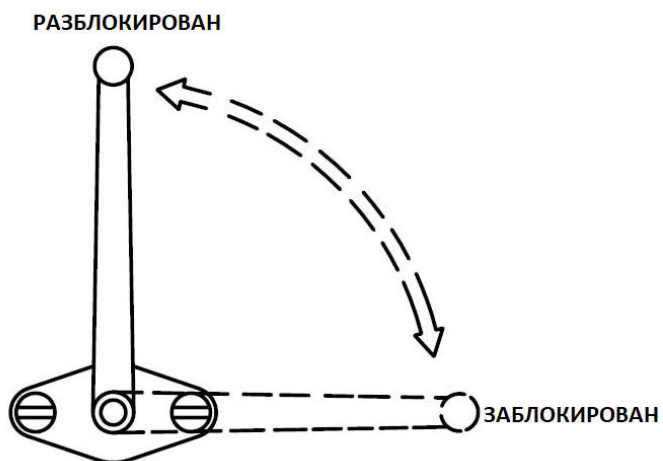

Рисунок 1-12 Ручка используется для блокировки рабочего механизма
1.5.2.6 Блокировка рабочего механизма (Рисунок 1-12)